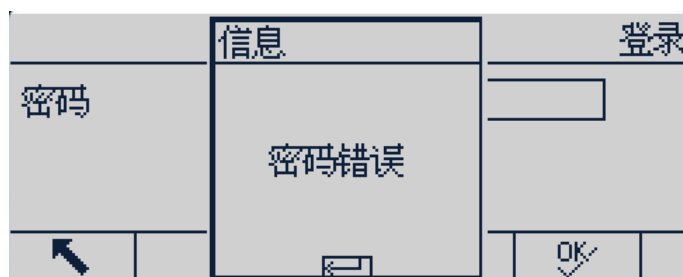

图 3-2: 密码输错窗口
3. 按下^{OK}软件键。如果密码正确，则直接进入设定模式；如果密码不正确，则出现如图 3-2 提示窗口，按回车（ENTER）键直接退出到称重界面。